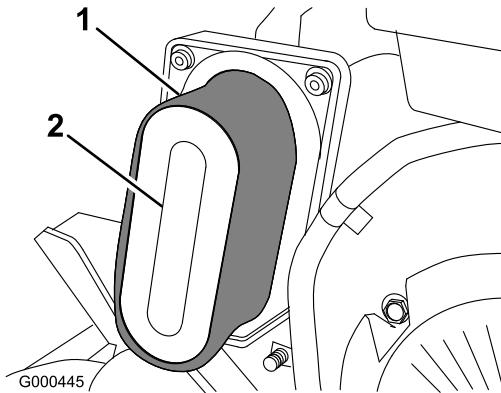

図 24
4. スポンジ・エレメントを点検し、汚れていればペーパー・エレメント(図 24)から外して以下の方法で十分に洗浄する：